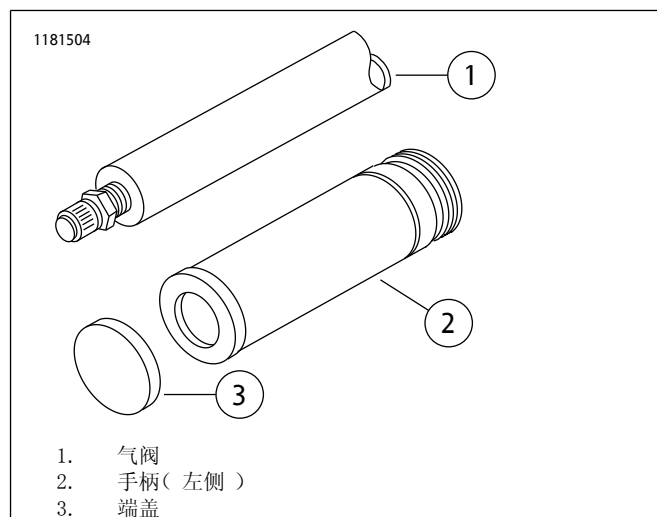

图1。将左手柄对准气阀末端
6. 参见图1。对于左把手上配备把手安装式气阀(1)的车型，根据需要移动开关盒。这样可确保正确安装手柄端盖(3)。